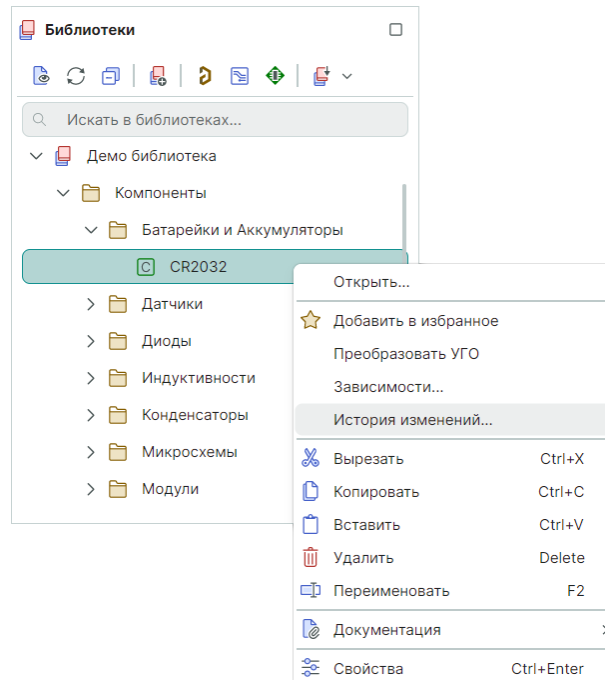

Рис. 329 Переход к истории изменений компонента из контекстного меню
- в функциональной панели «Библиотеки» из контекстного меню компонента выбрать пункт «История изменений...», см. Рис. 329.